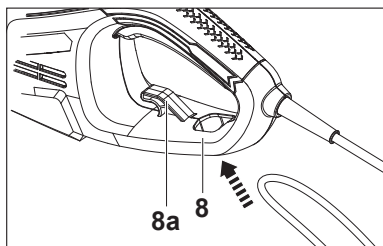

Fig. 2
1. Doblar la extensión en forma de lazo con unos 30 cm del extremo y llevar el cordón a través del orificio. Jale el cordón en el retenedor (8a) y tire del cable para asegurarse de que quede firme (fig. 2, 3).